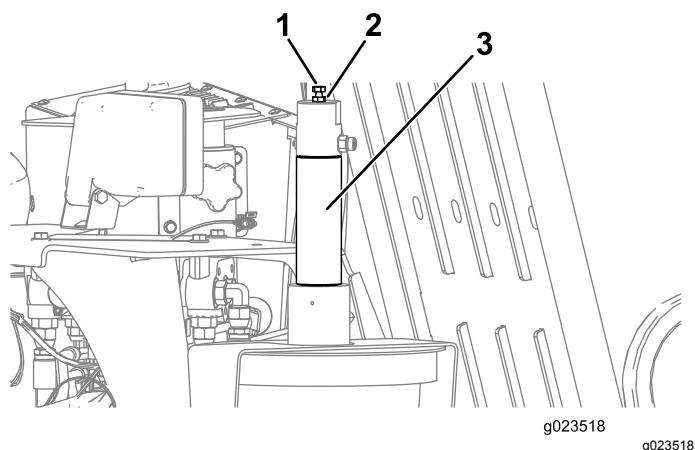

Figure 64
1. Desserrez l'écrou de blocage sur le boulon de réglage situé au sommet du piston de l'applicateur (Figure 64).